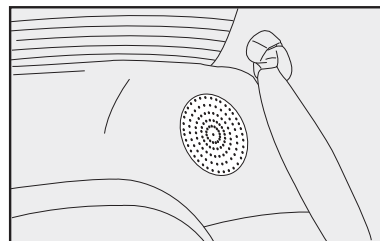
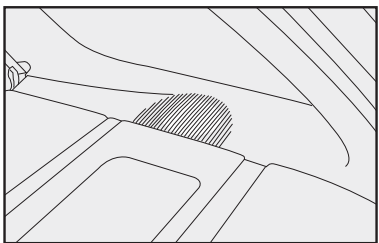

fig. 149
fig. 151
- alto-falantes traseiros coaxiais **fig. 149** (Siena) e **fig. 151** (Palio Weekend).